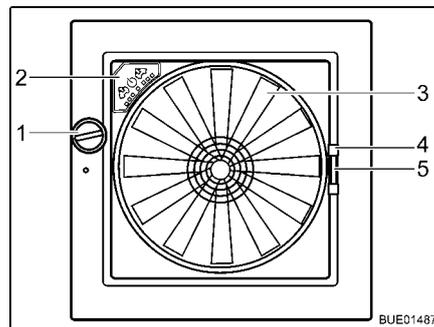

Bild 115 Dachhaube Omni-Vent
- Öffnen:** ■ Drehknopf (Bild 115,1) drehen, bis der gewünschte Öffnungswinkel erreicht ist.
- Schließen:** ■ Drehknopf (Bild 115,1) drehen, bis Dachhaube vollständig geschlossen ist.
- Schließen:** ■ Insektenschutz am Griff (Bild 115,4) zur gegenüberliegenden Rahmen-seite ziehen.
- Griff (Bild 115,5) der Verdunklung zusammendrücken.
- Ventilator** Wenn die Dachhaube geöffnet ist, kann der Innenraum mit dem 6-stufigen Ventilator (Bild 115,3) belüftet und entlüftet werden. Der Ventilator wird am Bedienfeld (Bild 115,2) bedient.